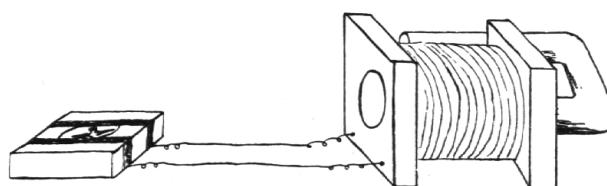

Abb. 29
*Versuch b)* Wir führen den großen Magneten von Versuch b erst langsam, dann schneller in das Kartonrohr ein und aus und beobachten die Magnetnadel. Da die Nadel abgelenkt wurde, muß im Draht um sie herum ein Strom geflossen sein, ein magnetisches Feld wirken. Der Strom entstand beim Ein- und Ausschieben des Dauermagneten in die Spule. Beachte die Nadelausschläge beim Einfahren und beim Ausfahren! Wiederhole mit dem andern Magnetpol! Jedesmal ein Stromstoß, aber entgegengesetzte Richtung. (Sorge dafür, daß Magnetnadel und Spule weit von einander sind, damit nicht der Dauermagnet die Nadel beeinflussen kann.) Abb. 29.